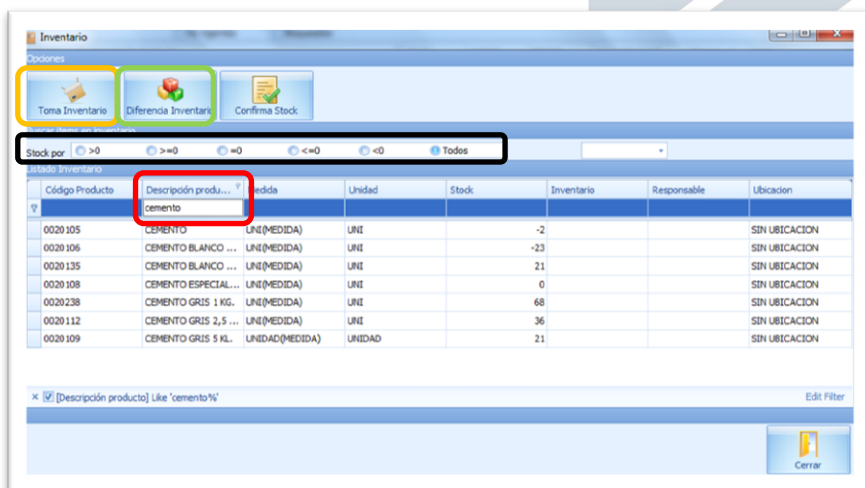

Imagen 14
3.4 Inventario: Permite exportar un informe en Excel de todos los productos para posteriormente ingresar los stock y cargar el archivo para actualizar el stock. Podemos modificar la visualización de la planilla por medio del *Stock por* (Rectángulo Negro imagen 14), en la cual encontramos los siguientes signos:
3.4.1 Toma Inventario: Cuando hacemos click en este botón del menú, el sistema automáticamente realiza un inventario del total o de una categoría si así lo queremos. Como ejemplo hemos buscado en la ventana "CEMENTO", esto nos limpia el total de productos y nos entrega el listado que hemos requerido. (Imagen 14, Rectángulo Rojo)
Luego al presionar el botón *Toma Inventario* (Rectángulo Amarillo, imagen 14), nos exportará el listado en formato Excel a nuestro PC donde nosotros lo queramos guardar.